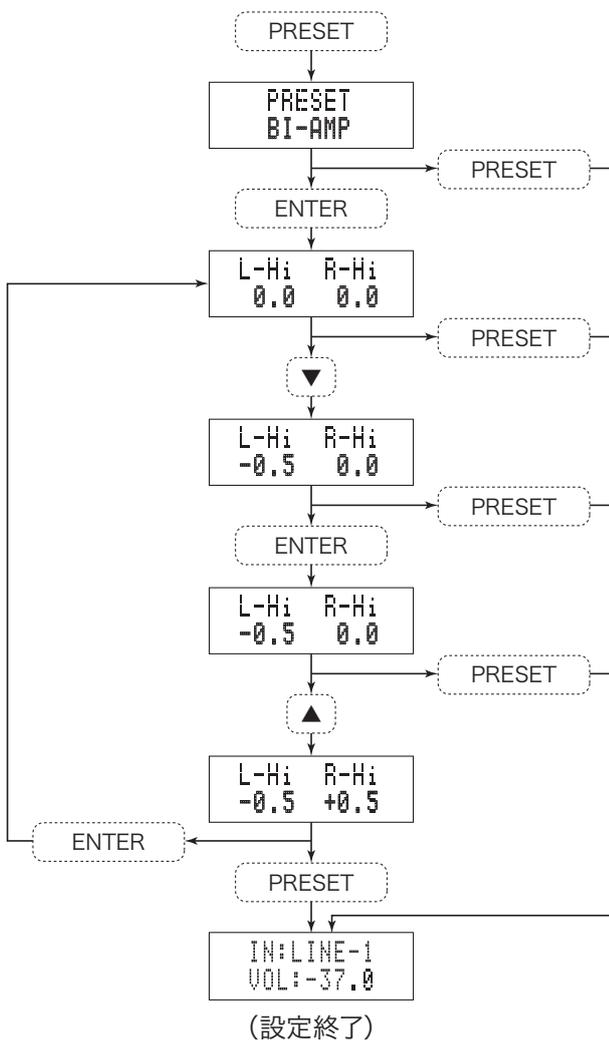

図 2
- (1) 出力モードがバイアンプのときに PRESET スイッチを押すと、バイアンプのプリセット・モードになります。(図2の1段目の表示)
- (2) 次に ENTER スイッチを押すと、L-Hi のレベルが点滅し、L-Hi ch のレベル調節が可能になります。(図2の2段目の表示)
- (3) ▲を押すと、0.5dB ステップで L-Hi ch の音量が大きくなります。
例) ▼を一度押すと、-0.5dB の表示になります。(図2の3段目の表示)
- (4) ENTER スイッチを押すと、R-Hi のレベルが点滅し、R-Hi ch のレベル調節が可能になります。(図2の4段目の表示)
- (5) ▲を押すと、0.5dB ステップで R-Hi ch の音量が大きくなります。
例) ▲を一度押すと、+0.5dB の表示になります。(図2の5段目の表示)